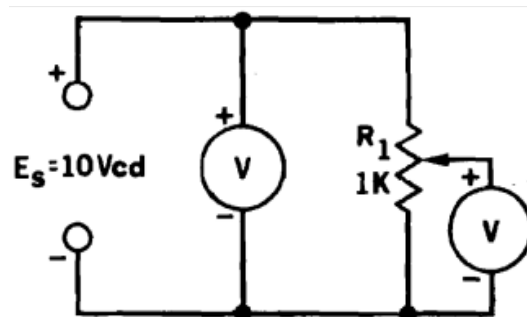

Fig. 15-1
3. Conecte el potenciómetro de 1,000 ohms a la fuente de energía. Ajuste la fuente de energía a 10 volts de CD. Conecte el Voltímetro (usando el rango de volts CD), entre la terminal negativa de la fuente de energía y la terminal central del potenciómetro: Vea la Fig. 15-1. Mida las tensiones siguientes: